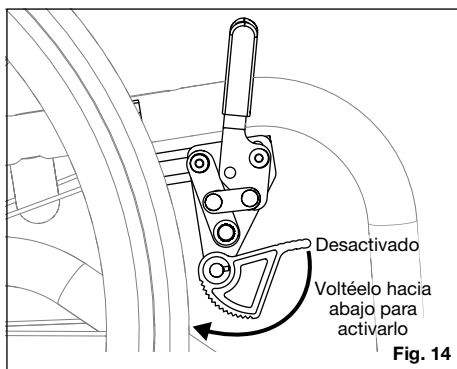

Fig. 14
1. Active la ayuda de pendiente para evitar retrocesos empujando hacia abajo el extremo de la palanca (Fig. 14).
2. Desactive tirando de la palanca hacia arriba (Fig. 14).